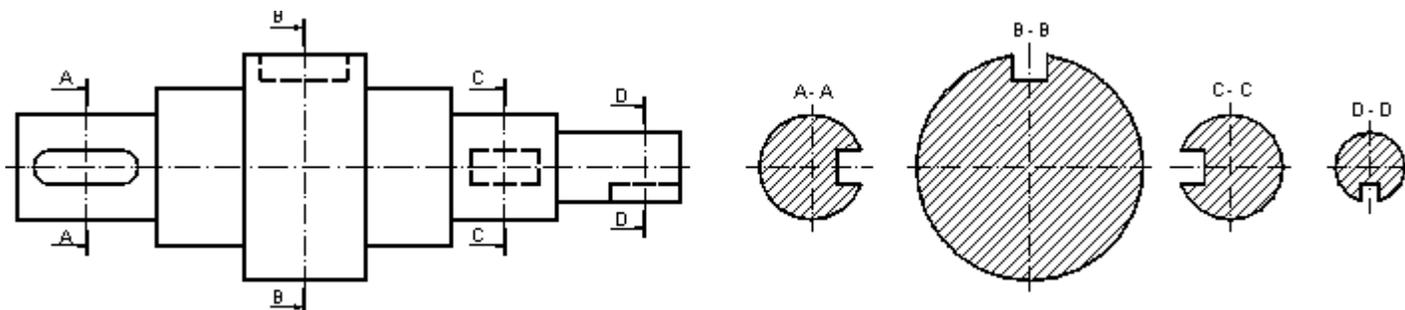
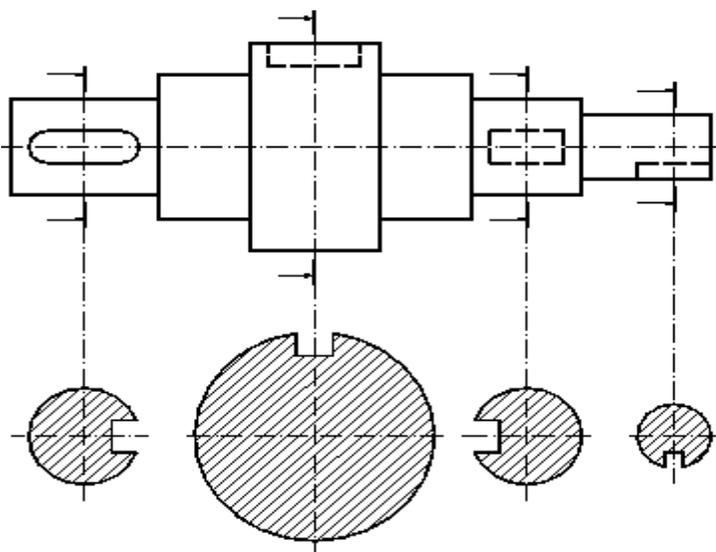
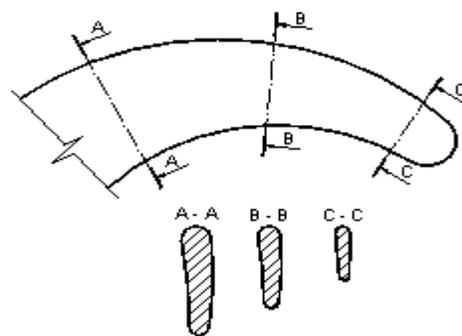

FIGURA 5
FIGURA 6
FIGURA 7
7) **Secciones abatidas sucesivas.** El desplazamiento de la sección se podrá realizar a lo largo del eje (figura 5); desplazadas a lo largo del plano de corte (figura 6), o desplazadas a una posición cualquiera (figura 7).